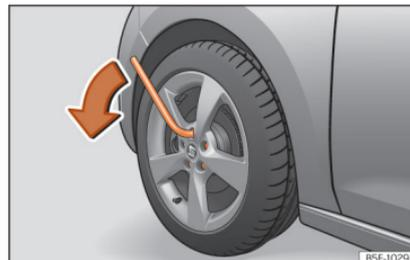

Abb. 77 Rad: Radschrauben lockern.
- Drehen Sie die Radschraube etwa eine Umdrehung nach links »» **Abb. 77** (Pfeil). Um das erforderliche Drehmoment aufzubringen, umgreifen Sie das Ende des Radschlüssels. Lässt sich die Radschraube nicht lockern, drücken